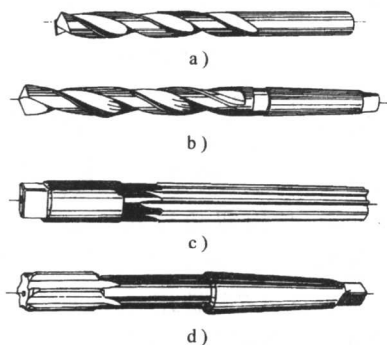
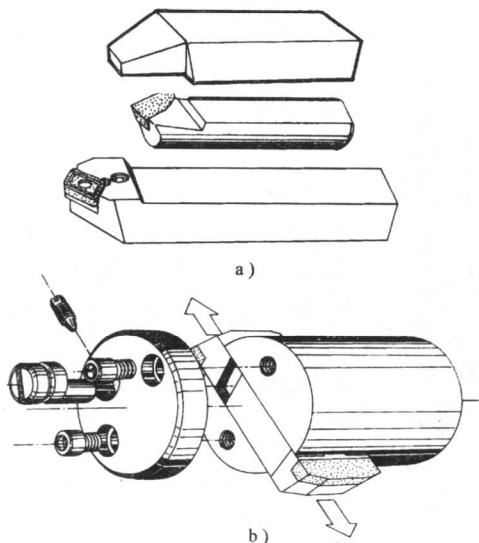

图 1-2 麻花钻与铰刀
图 1-3 镗刀
1) 用于切削的刀具一般是旋转的，如图 1-1d 所示。钻削的刀具虽然也是旋转的，但使用的不是铣刀，而是各种钻头、铰刀等如图 1-2 所示；镗削的刀具也是旋转的，但使用的主要刀具是镗刀，如图 1-3 所示。